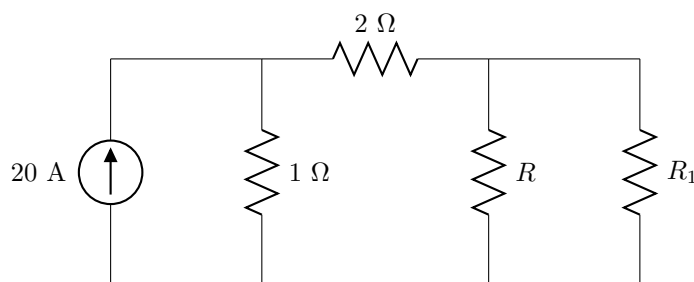

Figura 3.15: Circuito del problema 21.
21. Calcula el valor de  $R$  para que la resistencia  $R_1 = 1 \Omega$  del circuito de la figura 3.15 absorba la máxima potencia. ¿Cuál es el valor de esa potencia?